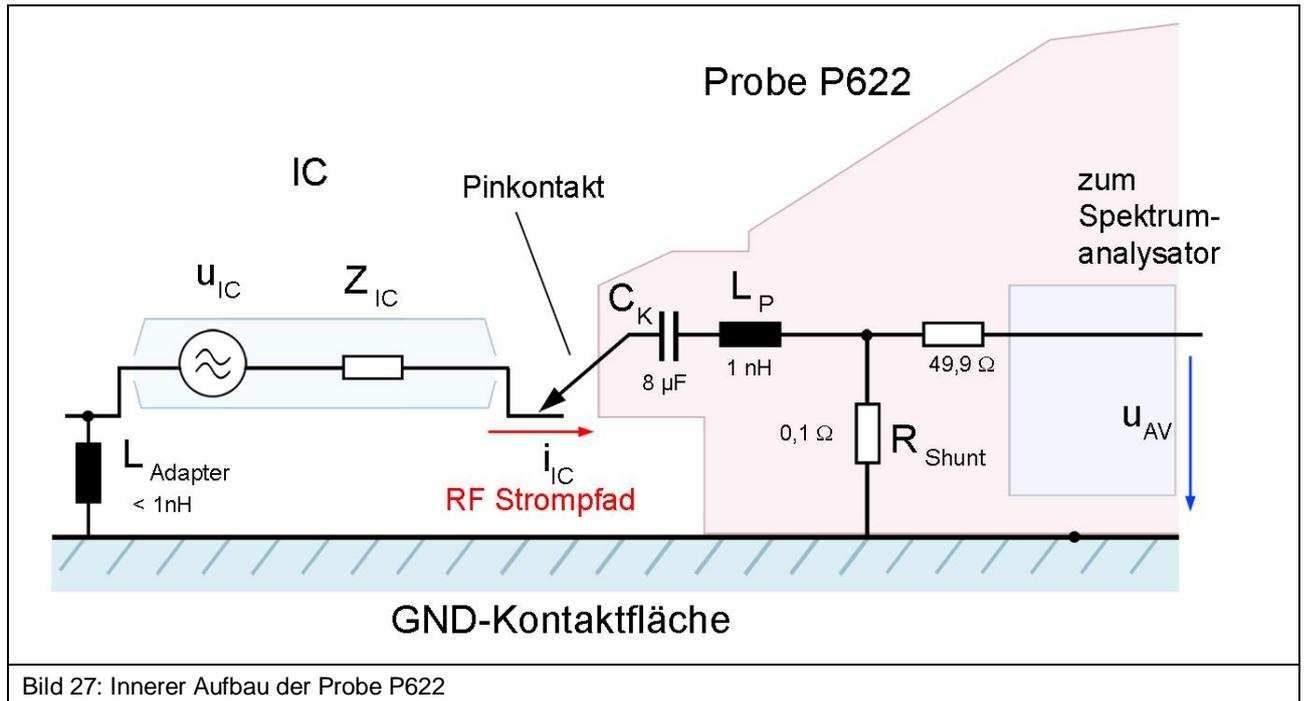

Bild 27: Innerer Aufbau der Probe P622
**Bild 27** zeigt das Ersatzschaltbild der Probe **P622**. Der interne Stromtastkopf besteht aus einem 0,1 Ohm Shunt, einem 49-Ohm-Anpasswiderstand und einem 8  $\mu\text{F}$  Koppelkondensator.